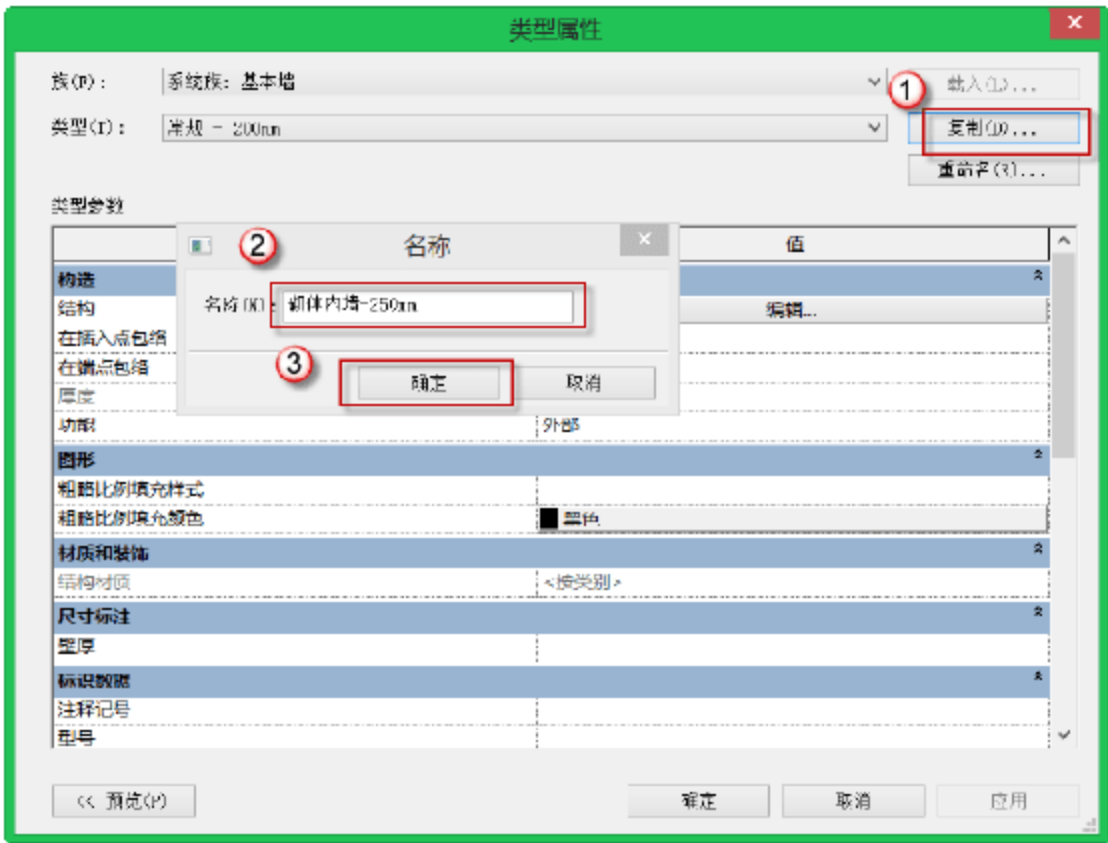

图 10.2.15 复制创建“砌体内墙-250mm”族类型
(2) 复制创建“砌体内墙-250mm”族类型。单击“属性”面板中的“编辑类型”按钮，在弹出的“类型属性”对话框中单击“复制”按钮，在弹出的“名称”对话框中输入“砌体内墙-250mm”作为新类型名称，单击“确定”按钮返回“类型属性”对话框，如图 10.2.15 所示。